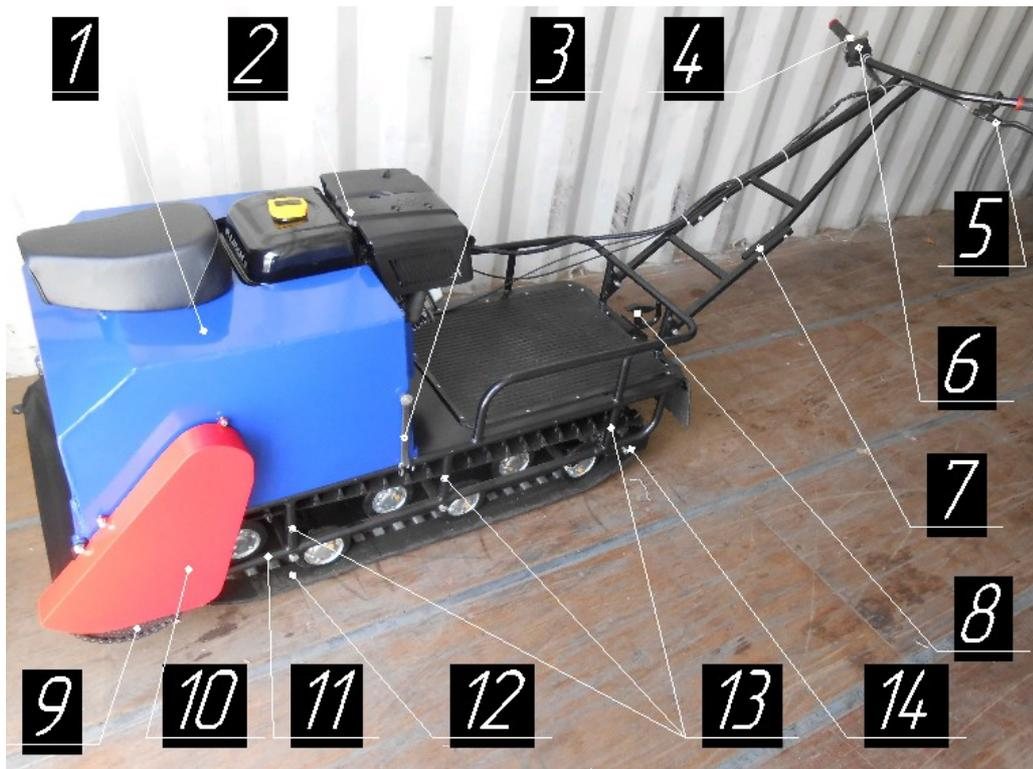

Рис. 4 . Мотобуксировщик.
Переведите руль 7 (рис.4) из положения для транспортирования рис. 5а в рабочее положение в соответствии с рис. 5б. Установить руль в удобное положение.
- снять кожух цепи 10 (рис. 4);
Несколько раз нажмите и отпустите рычаг управления дросселем 4 (рис. 4). Тросик должен перемещаться легко, без заеданий. Если при движении тросика наблюдается заедание или повышенное трение, необходимо закапать под оболочку тросика 5-10 капель любого моторного масла.
После запуска прогрейте двигатель в течение 1...2 минут. Закройте рычаг пускового устройства 1 (рис. 10). Мотобуксировщик готов начать движение. Для начала движения нажмите на рычаг управления дросселем 4 (рис. 4) до упора, контролируя направление движения мотобуксировщика. Во время продолжительной стоянки при низких температурах рекомендуется периодически запускать и прогревать двигатель, чтобы избежать в дальнейшем трудностей с запуском двигателя.
Для остановки двигателя отпустите рычаг управления дросселем 4 (рис. 4). Нажмите на кнопку «СТОП» (красного цвета) расположенную на руле, справа. Переведите и рычаг топливного крана 3 (рис. 10) в положение «OFF» (ВЫКЛ.).
Переносите мотобуксировщик, удерживая его за раму над гусеницей. Места зачаливания (подъема и переноса) мотобуксировщика – стойки рамы поз. 13 (рис.4).